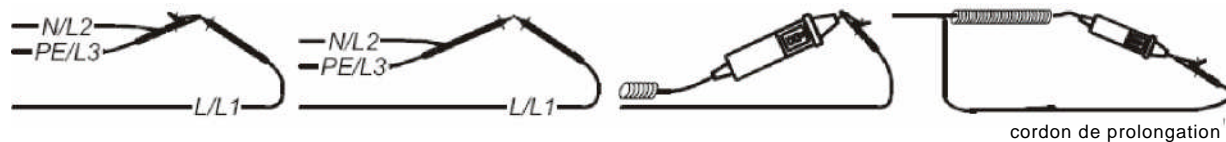

Figure 5.5 : court-circuit sur les cordons de test
1. Court-circuiter les cordons comme indiqué à la *figure 5.5*.